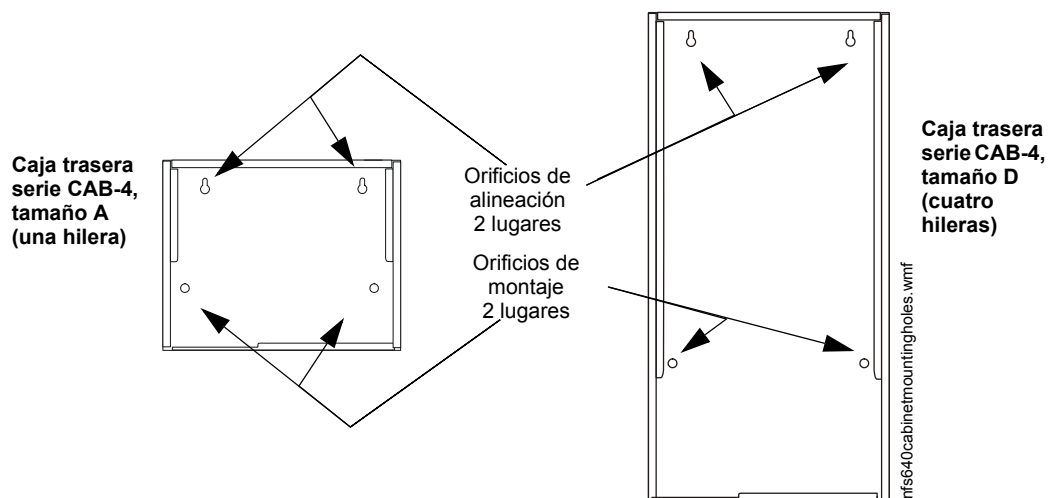

Figura 3.1 Orificios de montaje de una caja trasera
- Use los cuatro orificios en la superficie trasera de la caja trasera para un montaje seguro. (Consulte la Figura 3.1.)